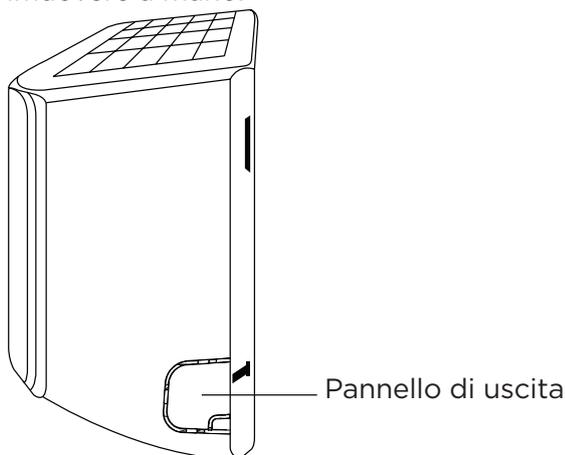

Fig. 3.3
2. Se il foro della parete si trova dietro l'unità, mantenere il pannello di uscita in posizione. Se il foro della parete si trova sul lato dell'unità interna, rimuovere il pannello di plastica di uscita da quel lato dell'unità. (Vedi **Fig. 3.3**). Questo creerà una fessura attraverso cui le tubazioni possono uscire dall'unità. Utilizzare pinze ad ago se il pannello di plastica è troppo difficile da rimuovere a mano.